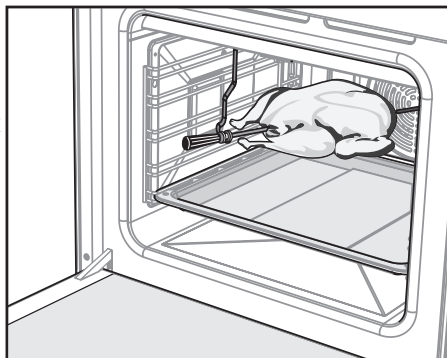

Рис. 17
- Насадите на штык кусок мяса или тушку птицы (привязав крылья и ноги к тушке) и закрепите его вилками посредством крепежных винтов. Штык вертела располагается по диагонали внутри духовки. Закрепленный на штыке кусок мяса должен находиться точно под грилем (рис. 17).